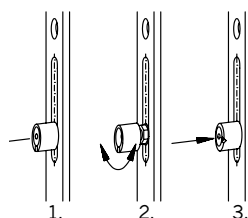
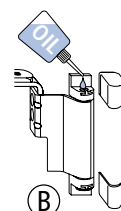

Fig. 2
Fig. 3
- Karmfäste och spanjolett måste inoljas årligen. Vid behov, tag bort kåpan till karmfästet och för på en droppe olja. Ytterligare ställen där olja skall påföras (se fig. 2) är vid låskolvorna över och under låshuset (se fig. 3).